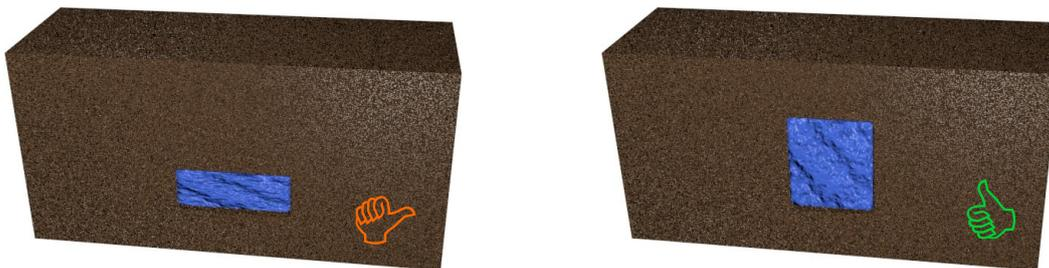

Figure 6.1: La détection des objets épais est meilleure que celle des objets plats
- Plus vous effectuez un balayage profond, plus les objets souterrains doivent être gros. Vous ne pouvez pas détecter de très petites cavités ou des dépôts d'eau à de très grandes profondeurs. Il est également beaucoup plus facile de détecter des objets épais qui chevauchent plus de couches de profondeur que des objets plats, comme le montre la figure 6.1.